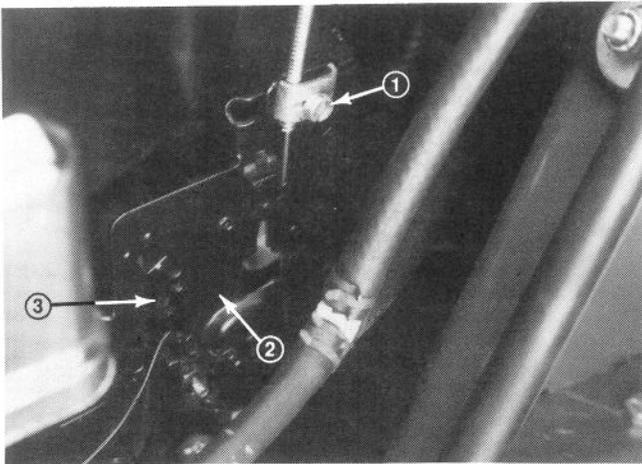

Fig. 15
1. Ouvrir le capot, déposer les vis maintenant en place le filtre à air et déposer le couvercle de celui-ci (Fig. 15).
2. Mettre la manette de commande à distance CHOKE et vérifier la position du papillon du starter; il doit être complètement fermé (Fig. 15).
3. Mettre la manette de commande sur FAST. Le papillon devrait être complètement ouvert (Fig. 15).
2. Desserrer la vis de blocage du câble de la commande des gaz (Fig. 15) et déplacer la gaine du câble de commande et le fil jusqu'à ce que la manette de la commande des gaz touche la tringle du starter. Vérifier le bon fonctionnement du starter.